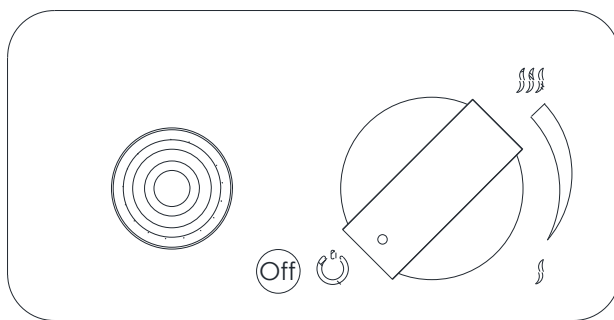

Fig. 14 – Stänga av enheten
- För att stänga av enheten, tryck samtidigt på och vrid vredet helt medurs (Fig. 14). Gastillförseln stängs av och lågan på brännaren slocknar.